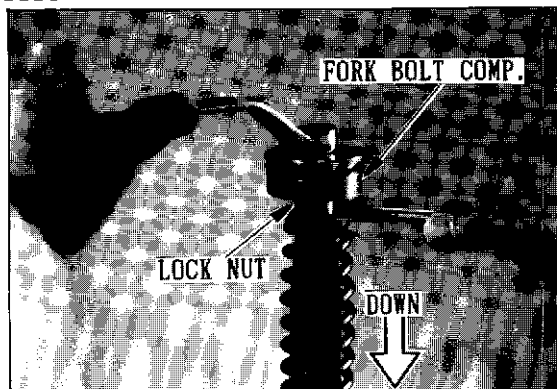

Fig. 1
- 2) Spingere in basso la molla e posizionare una chiave da 17 mm tra il dado di bloccaggio e la molla (Fig. 1).